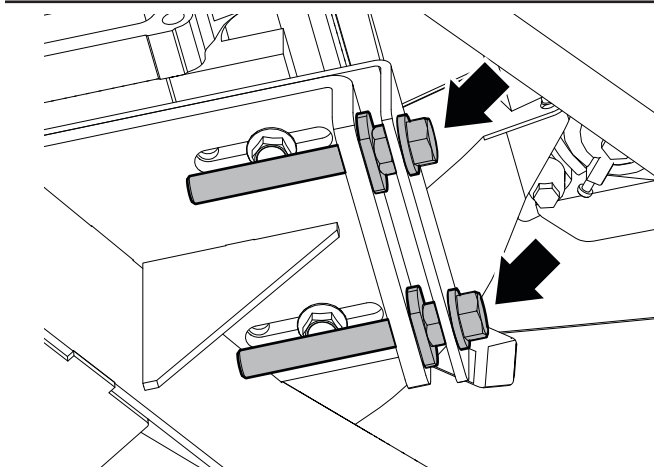

Fig. 40 – Boulons de tension de la courroie d'entraînement
4. Utilisez les boulons de tension de la courroie d'entraînement pour déplacer le moteur et éliminer la tension de la courroie d'entraînement. Consultez la *Fig. 40 à la page 59*.
- Utilisez les boulons de tension de la courroie d'entraînement pour régler la tension de la courroie d'entraînement. Consultez la Fig. 40 à la page 59.